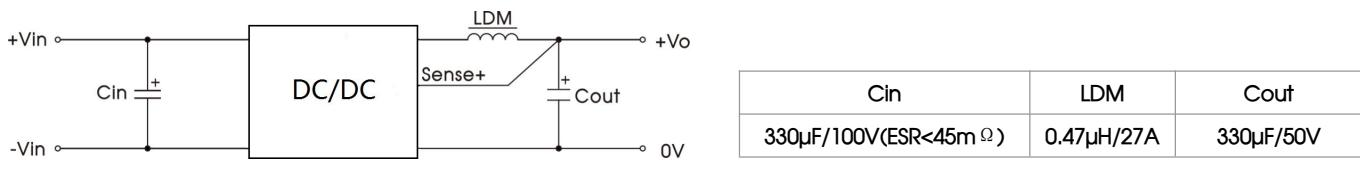

图 2
①Ctrl 控制引脚的电压是相对于输入引脚 GND；
②纹波噪声测试时具体操作方法参见图 2 及《非隔离模块电源应用指南》；
③过温保护形式为产品输出关断；
④使用 Trim 和 Sense 时，24VDC 输出型号需满足 $V_{in} \geq 34VDC$ ，36VDC 输出型号需满足 $V_{in} \geq 48VDC$ ；
⑤开关频率随输入电压和负载变化，范围在 110 - 750kHz 之间。
- (1) 产品测试及应用时，请按照（图 2）推荐的测试电路进行；务必输入端外接一个电解电容 C_{in} ，用于抑制输入端可能产生的浪涌电压，输出端外接一个电感和电解电容 C_{out} ，用于输出滤波。
- (2) 如果产品输入端并联瞬变能量较大的电路（如并联电机驱动电路），或会导致产品输入电压被拉低，此时关注产品输入电压的波动，建议适当增大输入端电解电容 C_{in} 的容值，以保障输入端电压稳定，避免输入电压低于欠压保护点导致产品重复启动的情况。
- (3) 如需进一步减少输入输出纹波，可适当加大外接电容 C_{in} 、 C_{out} 容值或选用串联等效阻抗值小的外接电容。